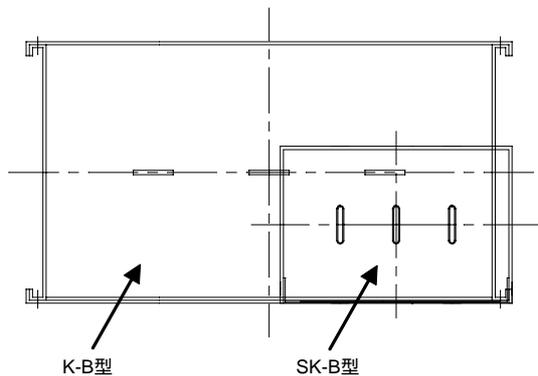

図2 K-B型とSK-B型との比較
- (1) 断面積でK-B型相非分割母線の約1/3にコンパクト化，質量でも約75%に軽量化した業界最小・最軽量の高圧バスダクトです（図2）。
- (2) 従来、既製の支持碍子で導体を支持していたため、碍子の外形寸法により相間距離を小さくすることが不可能でした。3相一体型のエポキシ絶縁支持台を開発することにより、最小の絶縁距離での導体配置が可能になり、バスダクトがコンパクトになりました。
- (3) 函体を板金組立て構造にしたことにより、溶接部がほとんどなくなり、溶接による歪みがなく、仕上がり外観が美しくなっております。
- (4) コスト面では、K-B型相非分割母線の約15%のコストダウンに成功しました。
- (5) 接続部の点検スペースが大きいいため、ボルトの増し締めなどのメンテナンスが、容易に行えます。